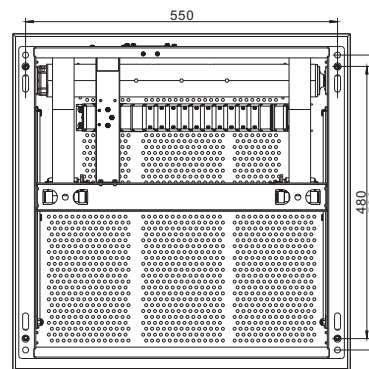
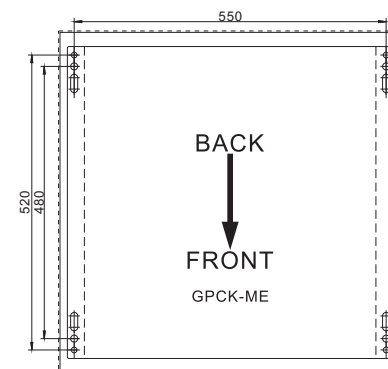

图5 安装孔距离
图6 天花打孔定位卡纸
3. 升降架的安装孔距离见图5，将附件的天花打孔定位卡纸 (图6) 贴到混凝土天花板上，按照定位卡纸上面的孔位在天花板打孔，安装四颗  $M8 \times 80$  膨胀螺丝 (非附件)，把膨胀螺丝固定好 (拧紧膨胀螺丝本身所配的螺母)，并确认已经安装牢固；